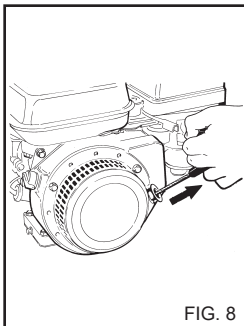

FIG. 8
4) Avviare il motore a scoppio tirando la fune autoavvolgente (fig. 8).